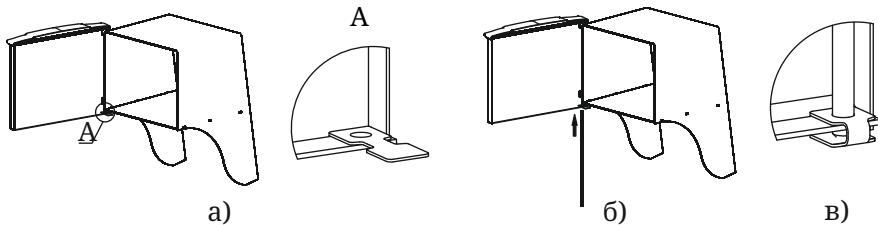

Рисунок 6. Установка дверцы при монтаже печи
2. Установите дверцу на втулки топливного канала, совместив отверстия (рисунок 6.а);
3. Совместите отверстие упора с нижним отверстием каркаса, при этом упор должен располагаться внутри каркаса (рисунок 6.б);
4. Вставьте ось через отверстия снизу вверх (рисунок 6.б),
5. Подогните упор, фиксируя конец оси между площадками упора (рисунок 6.в).